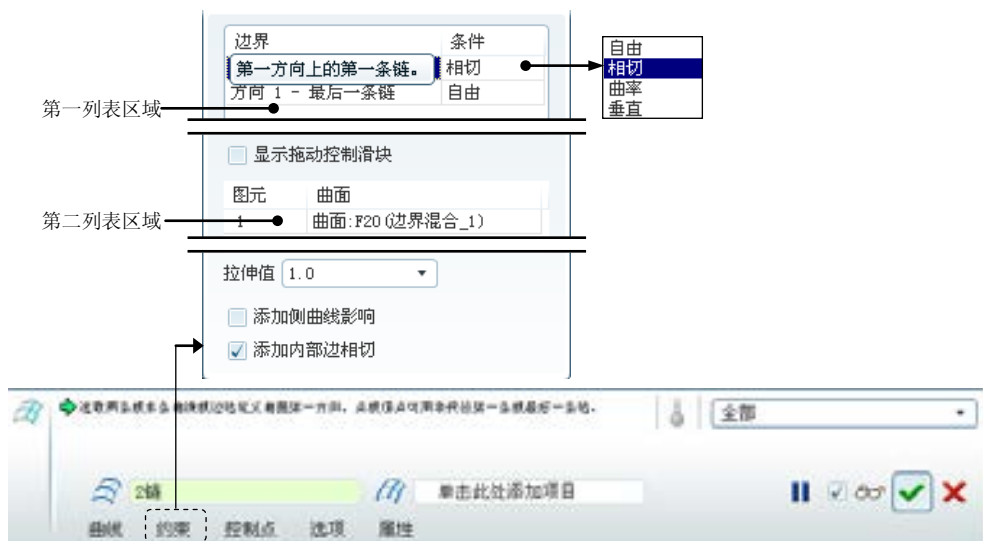

图 6.7.35 操控板
(3) 设置相切。在图 6.7.35 所示的操控板中单击 **约束** 按钮，在弹出界面的第一列表区域中，将 **方向 1 - 第一条链** 设置为 **相切**；然后单击第二列表区域，在图 6.7.34 所示的模型中